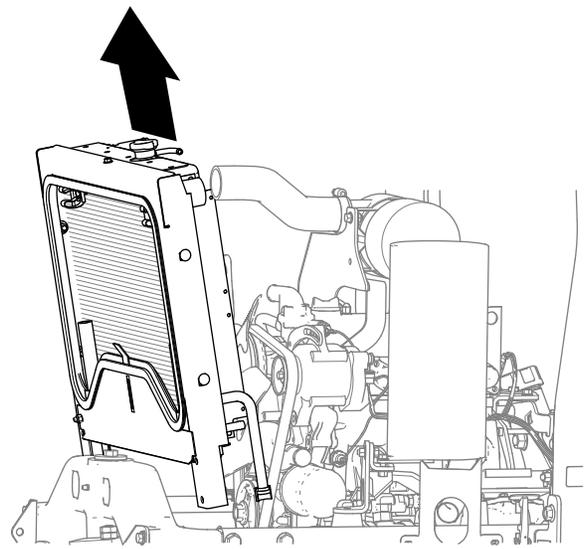

Figure 21
3. Levez le radiateur hors de la machine (Figure 21).